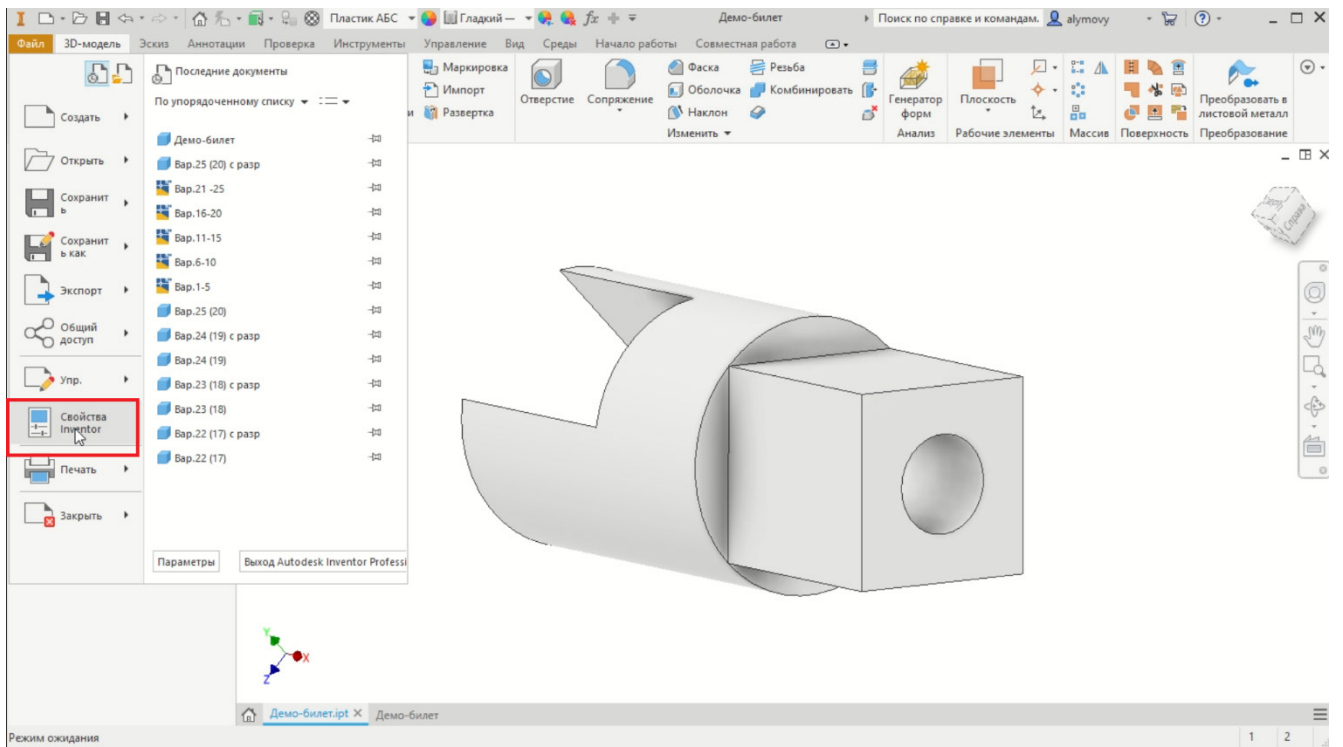
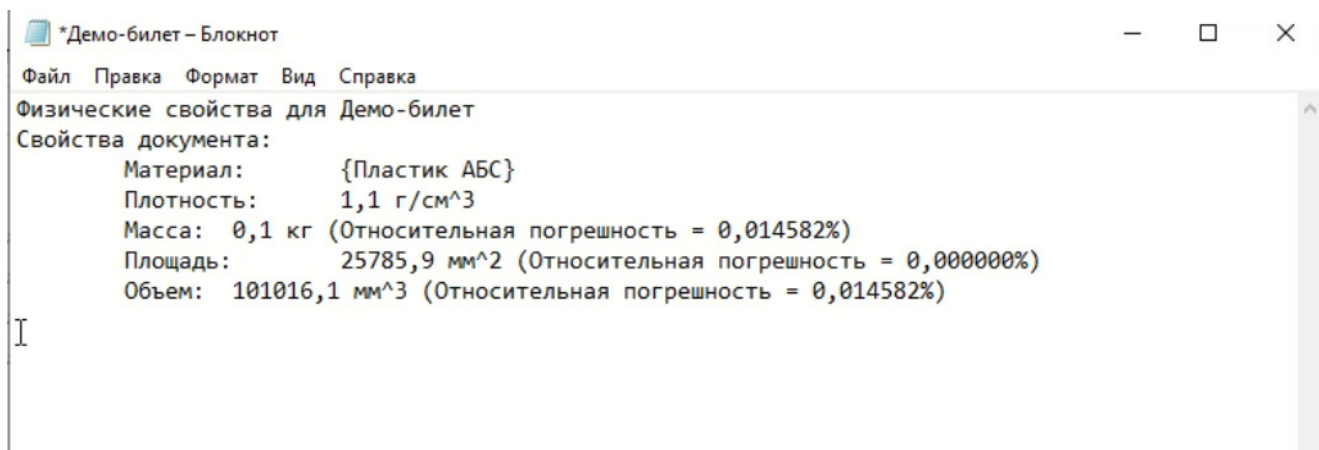

Рис. 20
Рис. 22
9. Далее выводим на экран свойства 3D-модели (рис. 20, 21). Копируем их и размещаем в отдельном текстовом файле (рис. 22).